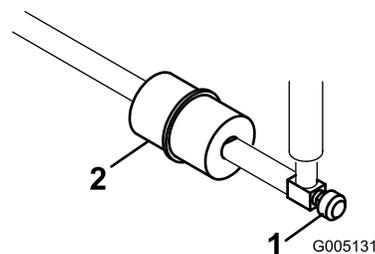

Figura 40
O filtro encontra-se na linha de combustível entre o depósito de combustível e o carburador (Figura 40).
1. Feche a válvula de corte do combustível (Figura 40).
2. Coloque um recipiente de escoamento debaixo do filtro, desaperte a braçadeira de tubos que se encontra no lado do carburador e retire a tubagem de combustível do filtro (Figura 40).
3. Desaperte a braçadeira de tubos e retire o filtro (Figura 40).